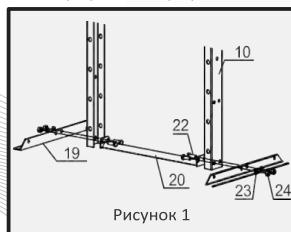

Рисунок 1
2. Положите стойки рамы (10) на устойчивую, плоскую и ровную поверхность. Совместите отверстия на верхней балке (6) с отверстиями в верхней части стоек рамы (10) и закрепите их на месте с помощью болтов (7), шайб (8) и гайками (9). См. рис. 1.
3. Установите стойки рамы (10) в вертикальное положение. Задвиньте каждую опору основания (19) под стойки рамы (10) и поместите нижнюю опору рамы (20) между ними. Выровняйте отверстия для болтов и вставьте болты (22) через стойки рамы, секции основания и нижнюю опору рамы, затем закрепите их шайбами (23) и гайками (24).
4. Прикрепите боковые опоры основания (18) к стойкам рамы и опоре основания с помощью болтов (15), шайб (16) и гаек (17).